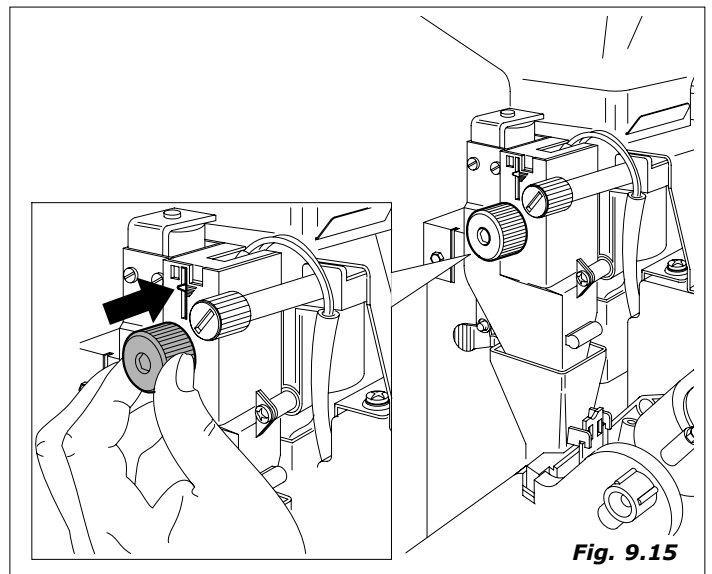

Fig. 9.15
- Gramaje del café molido. Variar la cantidad actuando sobre el botón puesto en el dosificador (Fig.9.15). Cada salto del botón de regulación corresponde a un valor de 0,05 gramos.